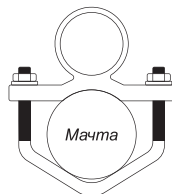

Рис.2
- Установите кронштейны крепления на опорную мачту, на необходимой высоте. Каждый кронштейн крепления притягивается к мачте с помощью крепежной скобы (рис. 2).